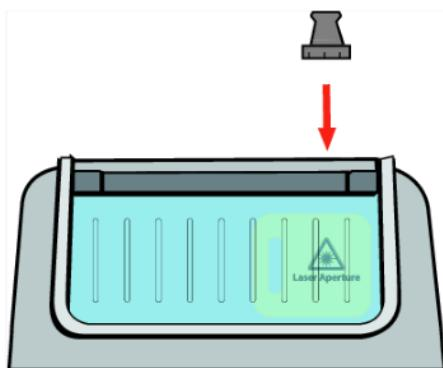

Figure 7: L'accessoire tête de mesure
- Le détenteur de fiole est utilisé pour les matières liquides qui ne sont pas identifiable directement à travers l'emballage (*Figure 7*).